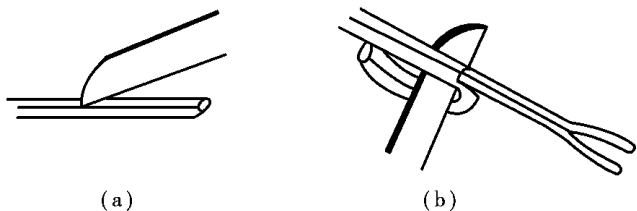

图 1.11 护套层剥离方法
3. 塑料护套线的护套层和绝缘层的剥削 护套层用电工刀来剥离,方法是:按所需长度用刀尖在线芯缝隙间划开护套层,接着扳翻绝缘护套,用刀口切齐,如图1.11所示。